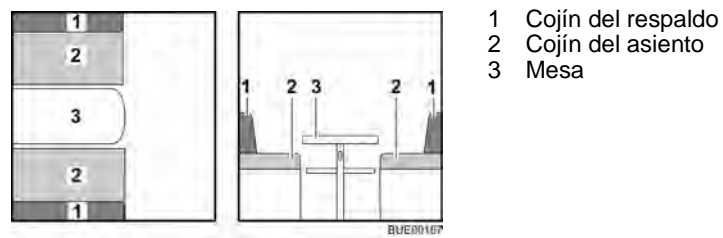

Fig. 81 Antes de la transformación
- Transformar la mesa (Fig. 81,3) en base de cama (véase apartado 6.11).